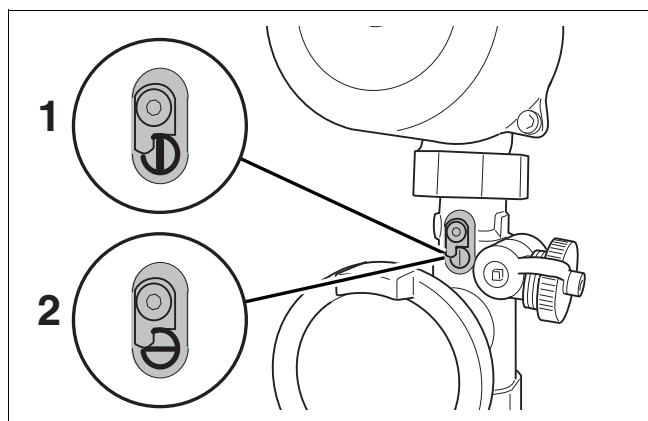

Fig. 72 Keerklep
- Sluit de keerklep nadat de installatie volledig is afgetapt (→ fig. 72, [2]).